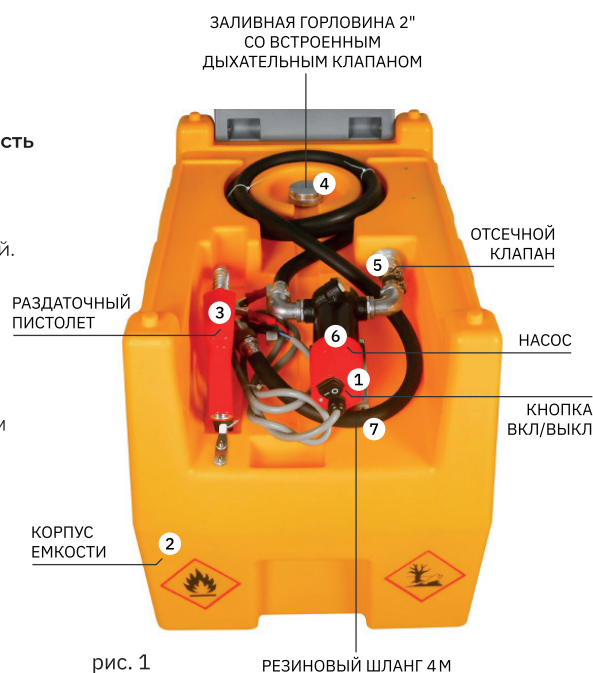

рис. 1
Для наглядности рядом с предлагаемыми действиями в скобках указаны номера узлов оборудования (см. рисунок 1).
- Хранить шланг [7] в свернутом положении, как показано на фотографии (см. рисунок 1), поместив пистолет [3] в специальную нишу на емкости.